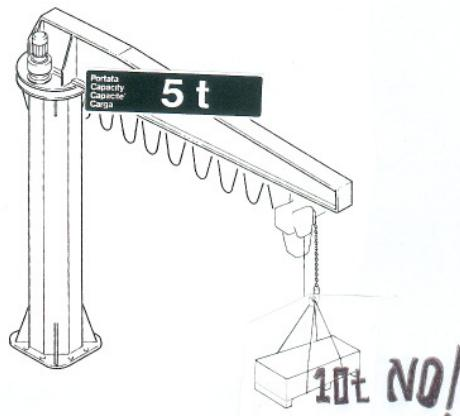

fig.10
- Le caratteristiche dell'unità di sollevamento (carrello/paranco), qualora non facente parte della fornitura, siano compatibili con quelle della gru a bandiera (vedi punto 2.2.6) in relazione a: (fig.10)